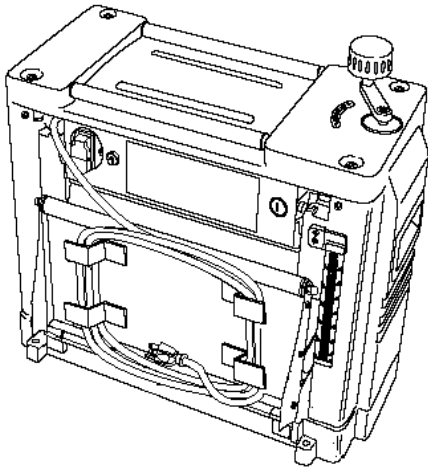

Рис. 2.
- Мережевий дріт можна закрутити на нижньому боці завантажувального столу (рис. 2).